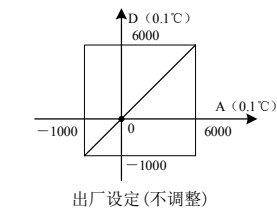

图 4-2 不更改 D0、D1 值，各模式对通道特性
- 若不更改各通道的 D0、D1 值，仅设置通道的模式（BFM#600），那么，每种模式对应的特性都如同图 4-2 所示。